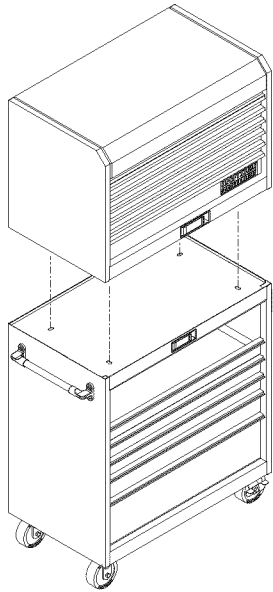

Figura 8
- Fije el baúl utilizando (4) tornillos insertados desde abajo de la parte superior de la unidad rodante. (Refiérase a la figura 8).